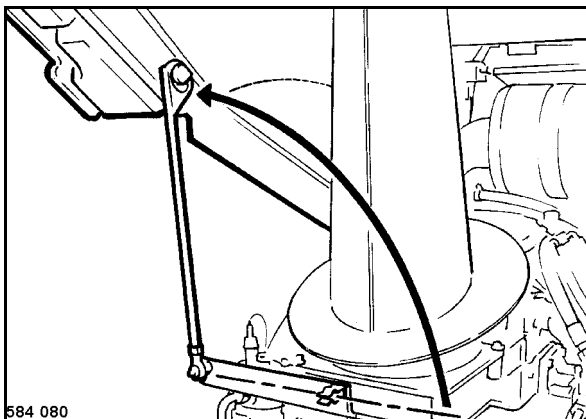

Fig. 76
- Sacar el apoyo de su fijación y apuntalar la cubierta (Fig. 76).